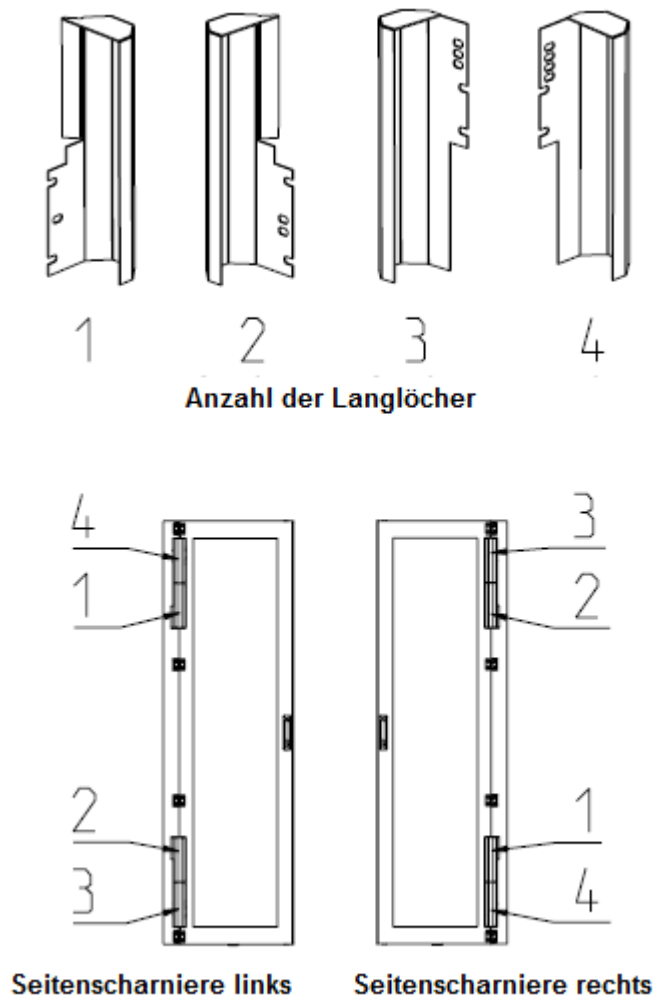

Abbildung 21 Ausrichtung und Position der Drehgelenkabdeckungen
- 13** Die beiden äußersten Drehgelenkabdeckungen müssen an der Scharnierseite der Tür angebracht werden. Die beiden inneren Drehgelenkabdeckungen müssen an der Scharnierseite des Rahmens angebracht werden (Abbildung 21). Ziehen Sie die Schrauben mithilfe eines Innensechskantschlüssels fest. Die Langlöcher zeigen die korrekte Ausrichtung der Scharnierabdeckungen an (siehe Abbildung).